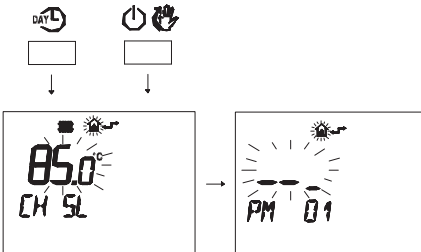

Fig. 5.56
- Premere contemporaneamente i pulsanti  $\text{DAY}$  e  $\text{P}$  per entrare nella programmazione trasparente (Fig. 5.56).